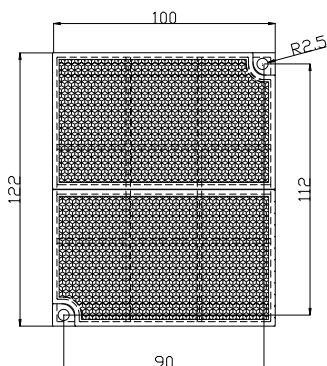
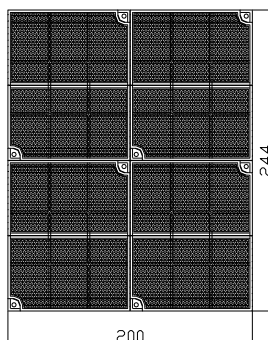

图 11a 单块反射器示意图
图 11b 四块反射器安装示意图（图未按比例）
- 3) **安装反射器：**反射器应安装在与探测器相对、处于同一水平面的位置上。当探测器与反射器间的安装距离大于等于 8m（小于等于 40m）时，需安装 1 块反射器；当探测器与反射器间的安装距离大于 40m（小于等于 100m）时，需安装 4 块反射器。单块反射器安装需用两只 $\varnothing 6$ 塑料胀钉将其固定，安装尺寸见图 11a。四块反射器安装时应摆放紧密，反射器之间不应留空隙，安装示意图见图 11b。